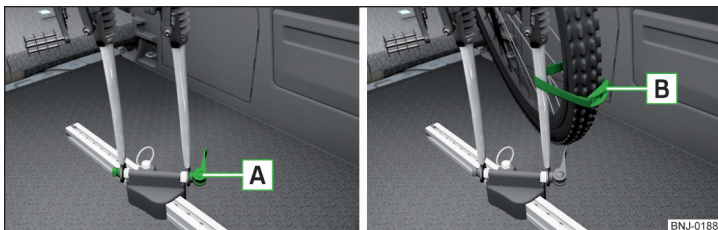

Рис. 108 Встановлення передньої вилки велосипеда до тримача/приклад кріплення переднього колеса
- Ослабити швидкозатискний пристрій **A** » Рис. 108 на тримачі і відрегулювати у відповідності до ширини вилки велосипеда.
- Закріпіть переднє колесо ремнем **B** на передній вилці » Рис. 108 або рамі велосипеда.